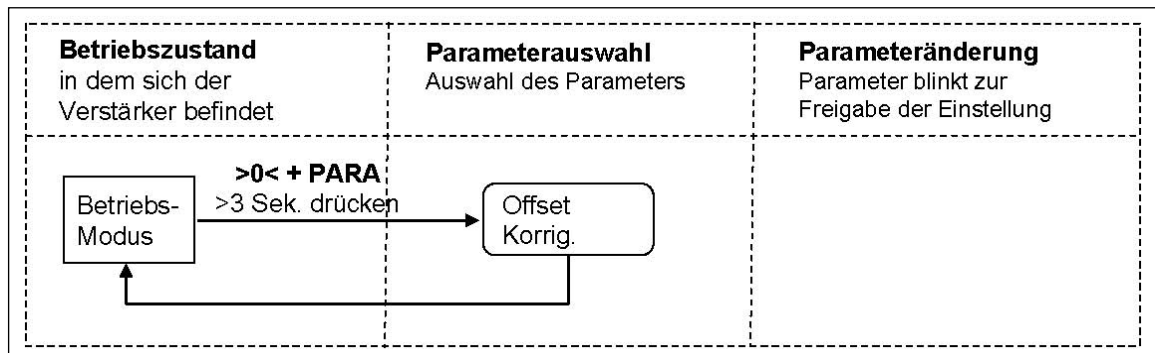

Bild 6: Statusdiagramm Offsetkompensation
3. Die LCD-Anzeige zeigt [Offset korrig.] wenn der Prozess abgeschlossen ist (siehe Bild 6: „Statusdiagramm Offsetkompensation“)
1. Seil mit dem definierten Gewicht um die Messwalze legen und genauen Materialverlauf simulieren (siehe Kapitel 4.6, Bild 6).